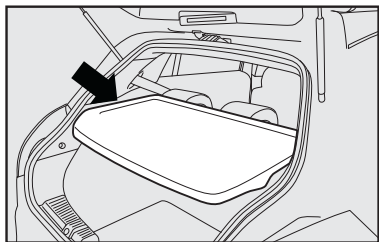
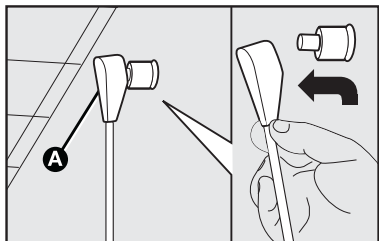

fig. 100
fig. 101
- remover a cobertura do porta-malas (superfície traseira) **fig. 100**, liberando as extremidades superiores **A-fig. 101** dos dois tirantes, retirando os olhais dos pinos e empurrando-os na direção da seta;